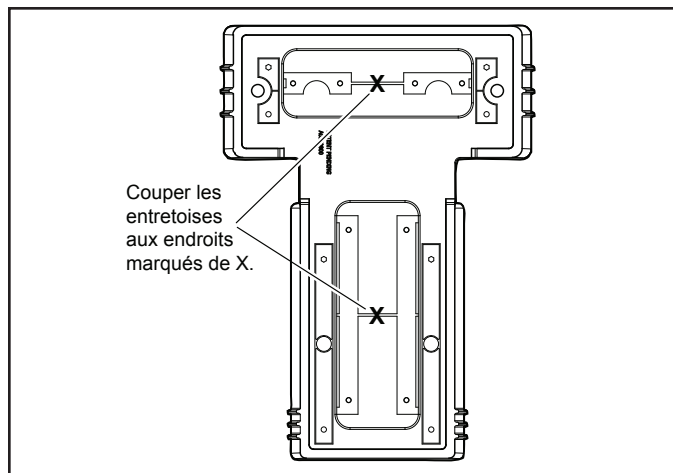
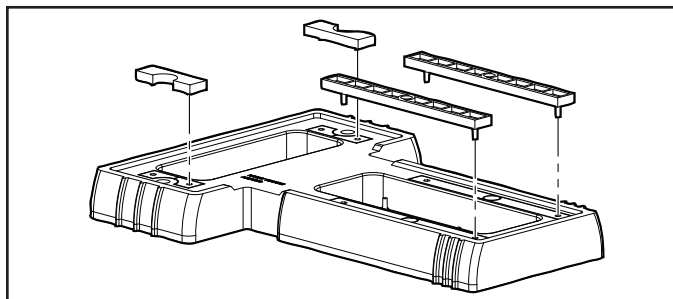

Figure 4. Découper les entretoises de la base
Figure 5. Emboîter les entretoises en place
- À l'aide d'un outil de coupe à main, couper les barrettes en plastique qui relient les entretoises du haut et du bas, tel qu'illustré dans la figure 4.
- Retirer les deux (2) entretoises du haut et les deux (2) entretoises du bas de la base.
- Aligner les broches des quatre (4) entretoises avec les trous de la base et emboîter les entretoises en place, tel qu'illustré dans la figure 5.